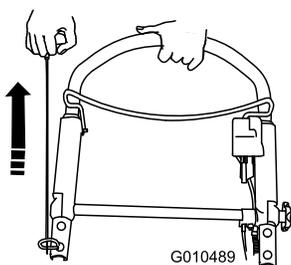

Figura 24
3. Tire del arrancador de retroceso (Figura 24).